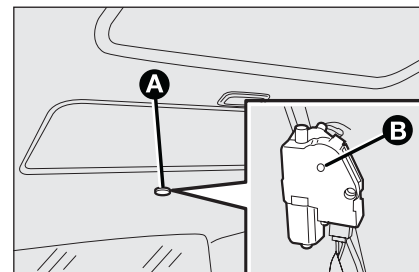

fig. 78
- enlever le bouchon de protection **A-fig. 78** placé sur la partie arrière du revêtement interne;